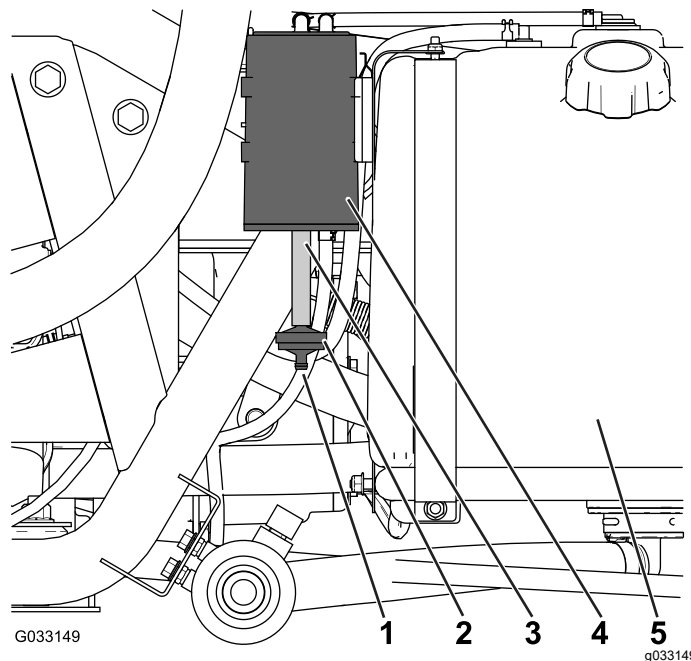

Figure 47
Par l'ouverture au bas du filtre à air, vérifiez que la cartouche de charbon actif est propre et exempte de débris et d'obstructions (Figure 47).
1. Retirez le raccord cannelé du filtre à charbon actif au bout du flexible situé au bas de la cartouche, et déposez le filtre (Figure 47).